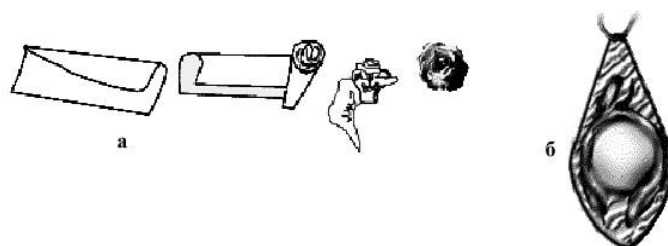

Рис. 4. Украшения с использованием драпировки кожи
**Драпировка.** Мягкая кожа очень пластична и легко драпируется в складки. Плавная драпировка украсит любое изделие. Задрапировать можно листочки, розочку, мягкие волны (рис. 4).